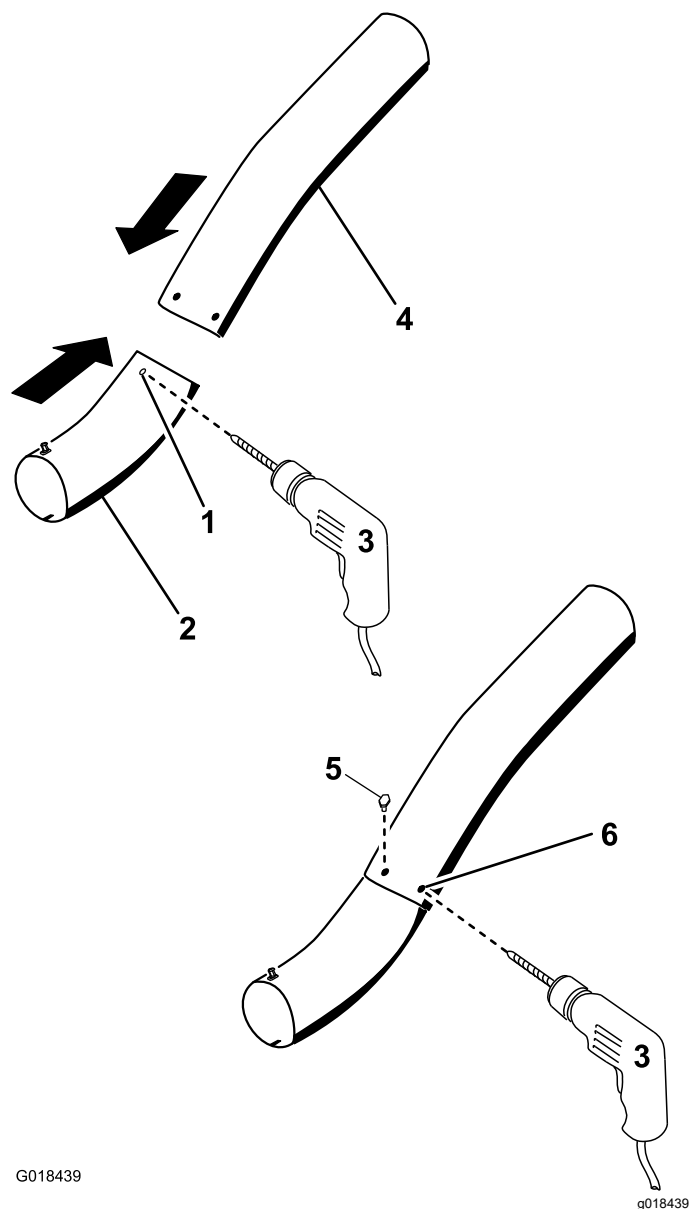

Figura 32
12. Folosind orificiile existente în tubul superior ca ablon, efectuai 2 orificii cu diametrul de 6,5 mm prin adânciturile de pe tubul inferior (Figura 32).
i prin orificiile existente în tubul superior (Figura 32).
17. Fixai tuburile împreună cu piulițele ($\frac{1}{4}$ ") aa cum se arată în Figura 32.
15. Montați aibele ($\frac{1}{4}$ ") la uruburi (Figura 32).